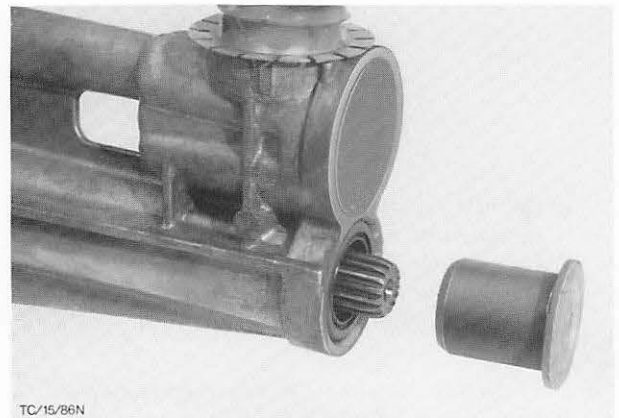

Abb. 115 Getriebeverlängerung mit Plastik-Schutzkappe
3. Gelenkwelle komplett aus der Getriebeverlängerung ziehen. Um Ölaustritt zu vermeiden, Getriebeverlängerung mit einer **angefasteten** Plastik-Schutzkappe oder einem alten Gelenkwellenstummel verschließen. Abb. 115.